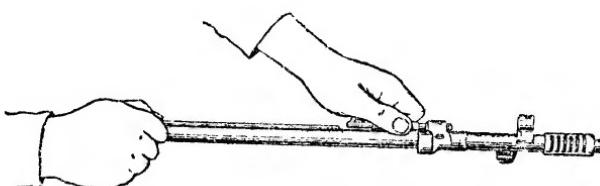
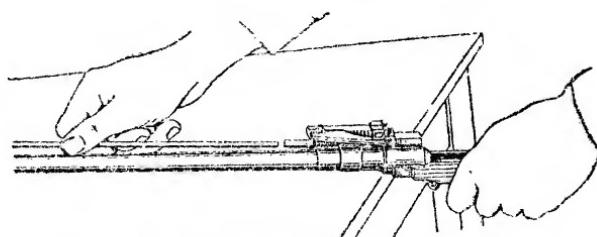

Рис. 68. Отделение газового цилиндра
Рис. 69. Отделение толкателя со штоком
**6. Отделить газовый цилиндр, шток и толкатель стебля затвора:** положить ствол прицелом вверх, удерживая левой рукой газовый цилиндр на патрубке; правой рукой подать шток доотказа назад, отвести его передний конец немного в сторону, а левой рукой снять газовый поршень с патрубка (рис. 68); подавая правой рукой шток вперед, вынуть его из гнезда толкателя затвора (рис. 69), затем вынуть вперед из отверстия ствольной коробки толкатель затвора с пружи-